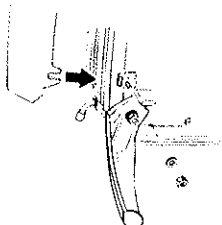

Fig. 2 Montering bein og askekappe
2. Legg peisovnen forsiktig på ryggen og monter bena (fig. 2) og askeleppe med holder for betjeningshåndtak (vinkejern med to hull). Holderen festes på den venstre pinneskruen som holder askeleppen se fig. 2 og 3.